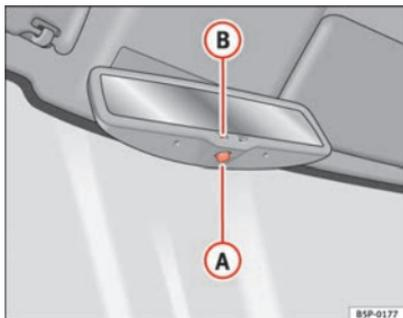

Fig. 66 Rétroviseur intérieur avec réglage automatique de position anti-éblouissement.
– Appuyez sur la touche **(A)** ⇒ fig. 66. Le témoin **(B)** s'éteint.
– Appuyez sur la touche **(A)** ⇒ fig. 66. Le témoin s'allume.